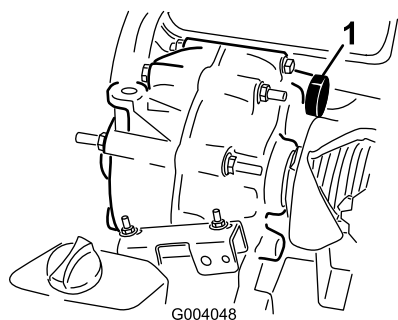

Figure 60
7. Versez par le trou du bouchon de remplissage du réservoir (Figure 60) environ 1,4 litre du liquide spécifié ou la quantité de liquide nécessaire